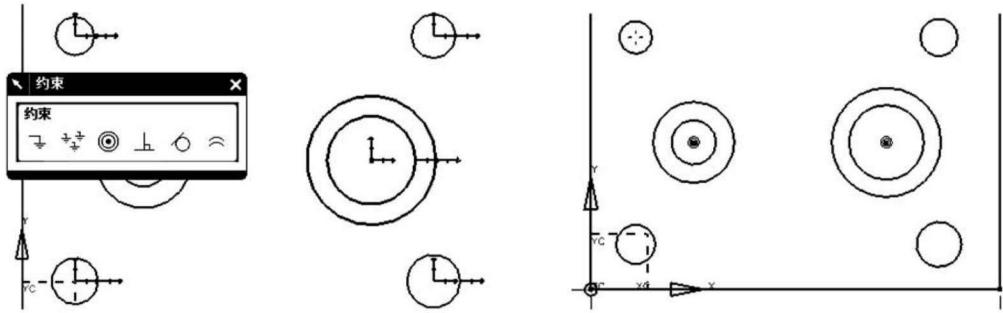

图 1.6 约束同心
(5) 单击“约束”按钮 ，选择如图 1.6 所示圆形，选择“同心”按钮 ，单击“确定”。重复选择左侧两个圆，约束为同心。